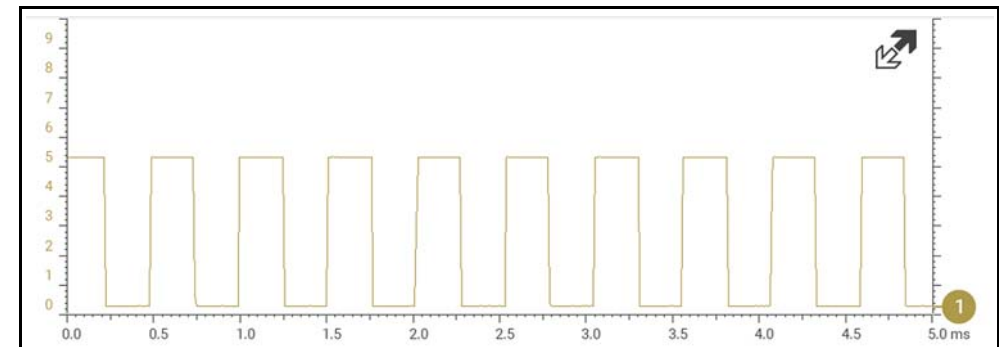

Abbildung 10-40
1. Überwachung/Erfassung der Wellenform, wie sie normalerweise angezeigt wird (Abbildung 10-40). Sie sehen möglicherweise keine Störung, während Sie die Werte mit dieser Einstellung überwachen.